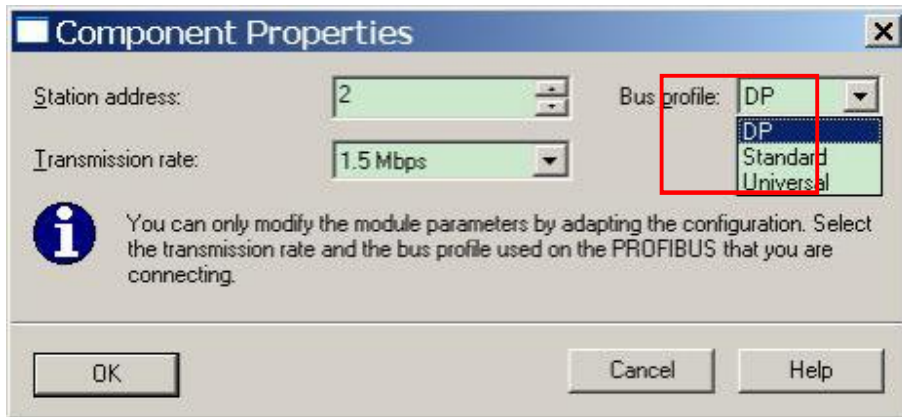

图 5 设置 CP5613 A2 PROFIBUS 地址
3. 配置 CP5613 A2 PROFIBUS 参数，如地址、波特率等。这里将 CP5613 A2 PROFIBUS 地址设为 2，波特率为 1.5M，实际参数设定以用户应用为准。如图 5。